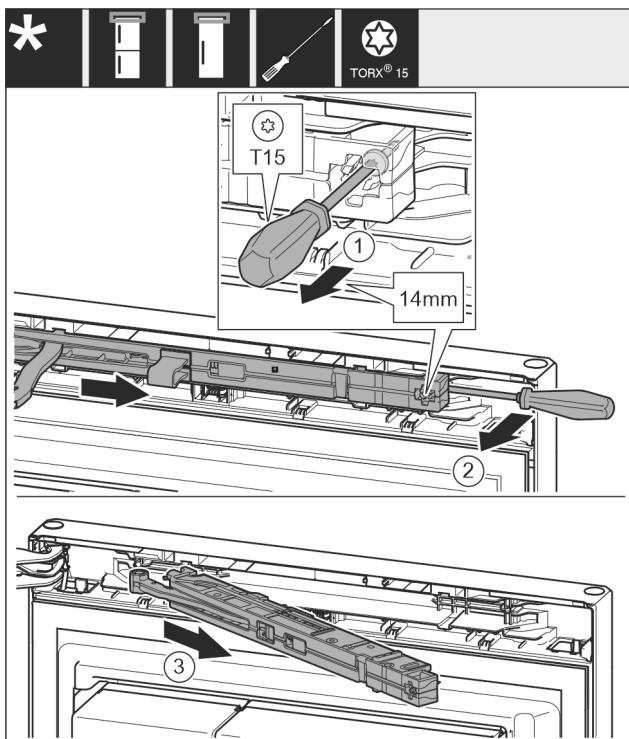

Fig. 10
- Odvijačem T15 otpustite vijak na jedinici prigušivača zatvaranja oko 14 mm. Fig. 10 (1)
- Umetnите odvijač na strani prianjanja iza jedinice prigušivača zatvaranja i okrenite prema naprijed. Fig. 10 (2)
- Izvucite jedinicu prigušivača zatvaranja. Fig. 10 (3)